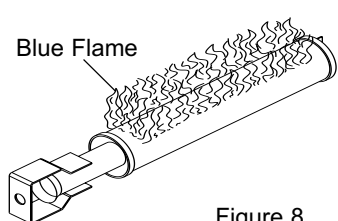

Figure 8.
2. Examiner visuellement le brûleur principal et la flamme du brûleur du pilote. La flamme doit être bleue. Si elle apparaît jaune, il faut vérifier et nettoyer les brûleurs. Voir figure 8.